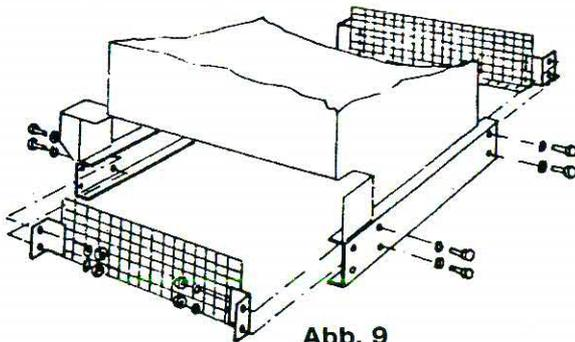

Abb. 9
- das mitgelieferte Schutzgitter muß angebracht werden, (Abb. 9) damit keine Gegenstände unter den Kessel geraten.